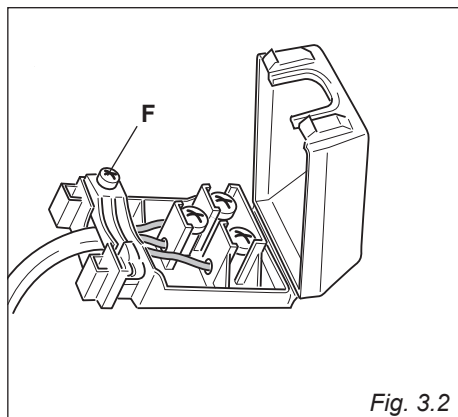

Fig. 3.2
- Åbn aflastningen ved at skrue skruen "F" ud (fig. 3.2). Skrueerne i klemrækken skrues ud.